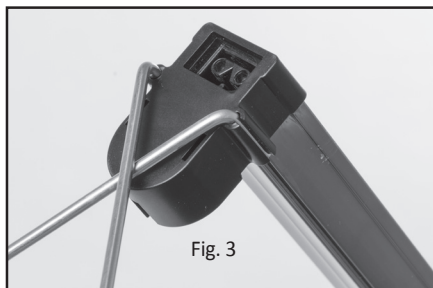

Fig. 3
3. Coloque el otro lado de los soportes en los orificios de las dos cubiertas de plástico ya colocadas (véase imagen 3).